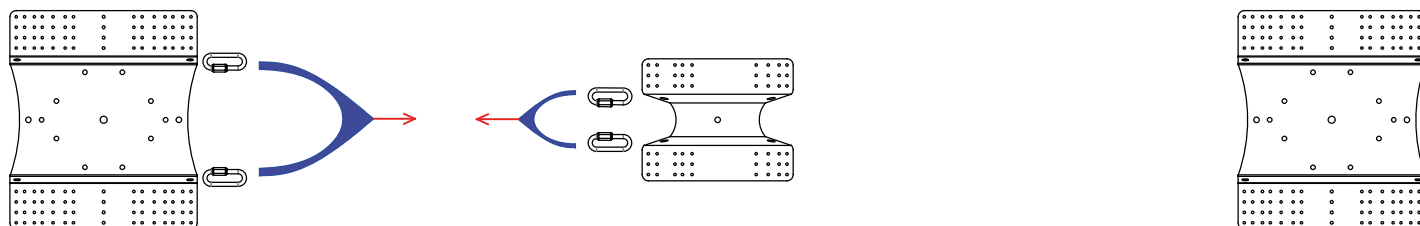

Figura 10.2
- en un sistema de varios vanos, después de la instalación, realizar una comprobación al corte en la dirección longitudinal entre los dos dispositivos adyacentes (dispositivo terminal - primero intermedio adyacente, véase figura 10.2), según las modalidades descritas en el apartado “*Modalidad de ejecución de la prueba de comprobación de la correcta instalación*”, con el fin de comprobar la adherencia de la capa de cubierta a la estructura subyacente.